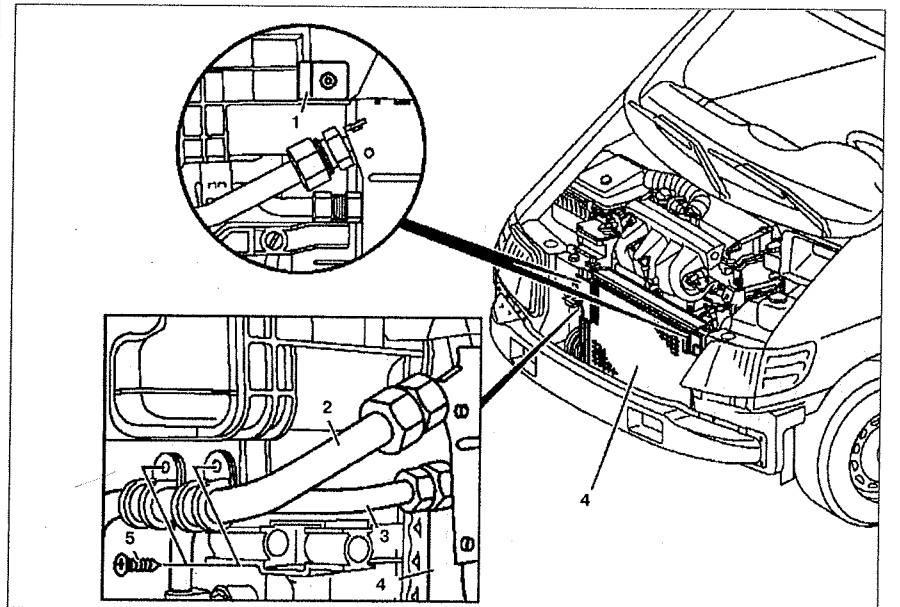

Рис. 10.9. Конденсатор кондиционера: 1. Хомуты, 2, 3. Трубки системы кондиционирования, 4. Конденсатор, 5. Болт.
4. Открутите болт 5 (см.рис.10.9).